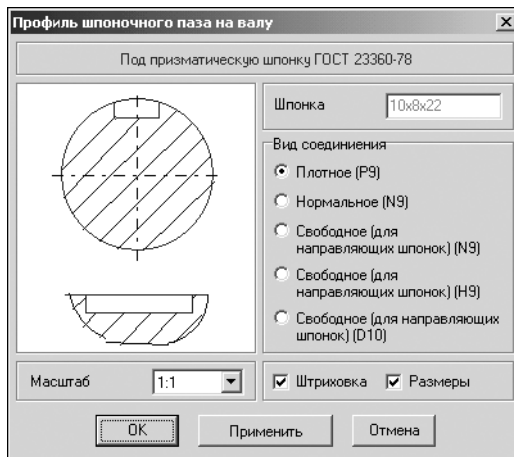

Рис. 4.26.
3. В раскрывшемся меню выберите строку **Профиль шпоночного паза** и щелкните левой клавишей мыши. Откроется окно **Профиль шпоночного паза на валу** (рис. 4.26).